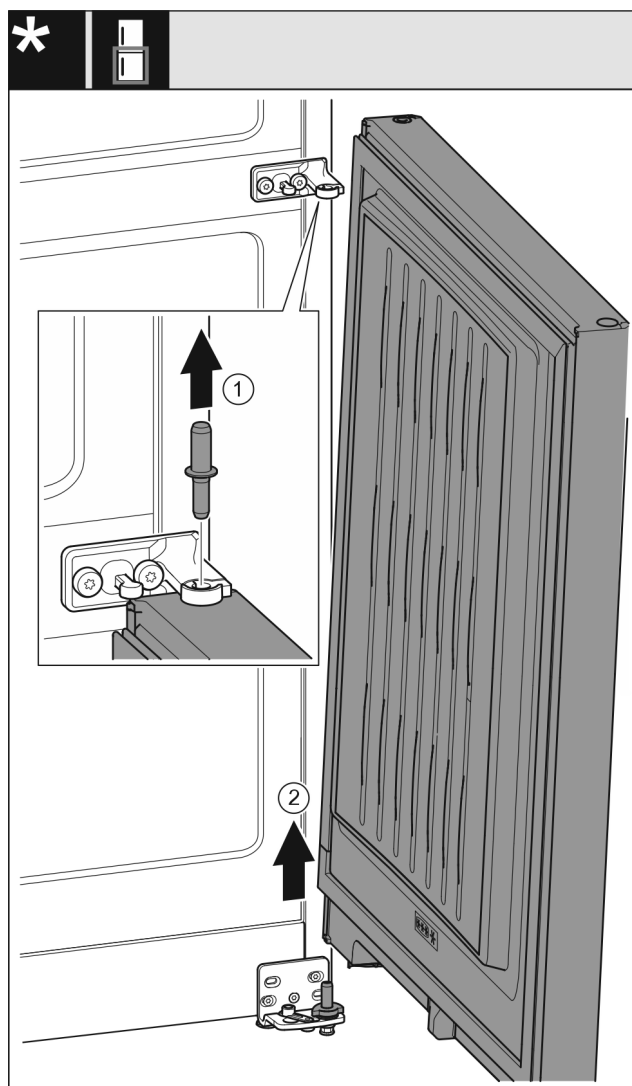

Fig. 9
- ▶ Tõmmake polt Fig. 9 (1) ülespoole välja.
- ▶ Keerake uks Fig. 9 (2) välja, tõmmake ülespoole ja pange kõrvale.